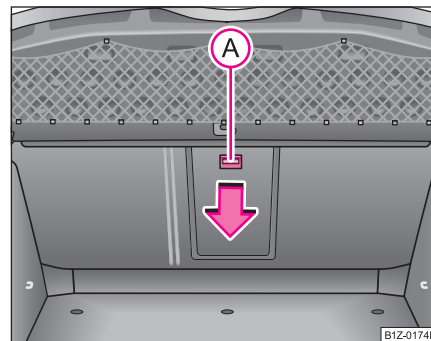

Fig. 110 Portbagajul: Tasta de deblocare
- Împingeți tasta de deblocare în jos (A) ⇒ fig. 110 și rabatați capacul (cu cotiera) în față.